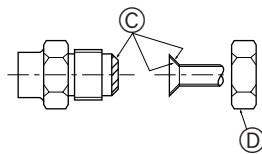

Fig. 5-4
Ⓐ (Fig. 5-4)
Ⓑ (Fig. 5-4)
5.5. Tubos de ligação (Fig. 5-4)